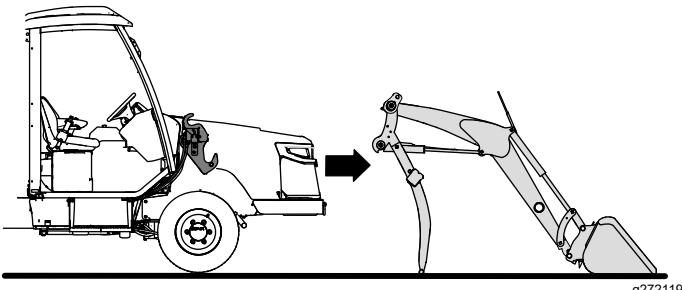

Figura 52
- Avviate il motore e, lentamente, guidate la macchina fino ai bracci di caricamento (Figura 52).